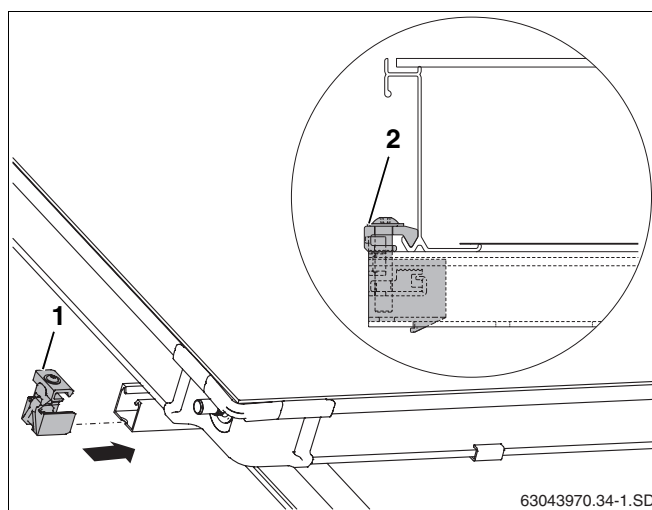

Fig. 52 Giunto di collegamento unilaterale, lato sinistro
- Spingere i giunti di collegamento unilaterali (fig. 52, **pos. 1**) nella guida profilata superiore e inferiore.
- Spingere il giunto di collegamento fino al telaio del collettore e avvitare con la chiave SW5 (fig. 52, **pos. 2**).
Il pressore (fig. 52, **pos. 2**) del giunto di collegamento fa ora presa sul bordo inferiore del collettore.